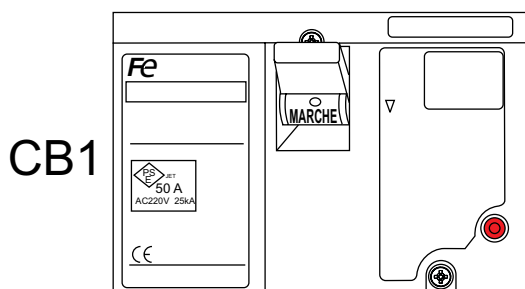

**Figure 67. Disjoncteur principal Marche (test GFCI)**
- Placez le disjoncteur principal CB1 (Figure 67) en position **MARCHE** dans les 5 secondes qui suivent l'appui sur le bouton **RESET** du module de détection du disjoncteur de fuite à la terre.